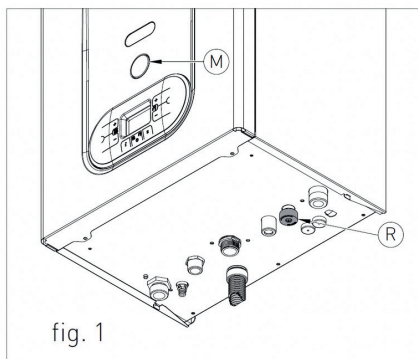
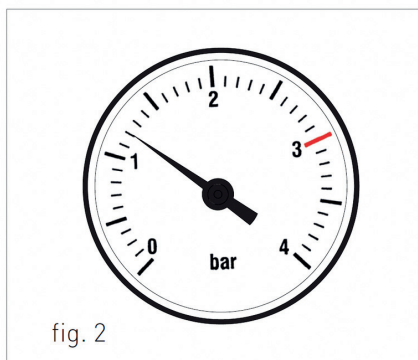

fig. 1
fig. 2
10. SEMNALIZARE FLACĂRĂ PREZENTĂ / INDICĂ DE ASEMENEA, PE 3 NIVELURI PROCENTUALE, NIVELUL DE MODULARE A PUTERII CAZANULUI (fig. 2)
Pentru a restabili presiunea apei în interiorul sistemului, deschideți robinetul de umplere „R” (fig. 1) și asigurați-vă, folosind manometrul „M” (fig. 1), că presiunea sistemului ajunge la 1,2 bar (vezi fig. 2). După efectuarea acestei operațiuni, asigurați-vă că robinetul de umplere „R” (fig. 1) este închis corespunzător.